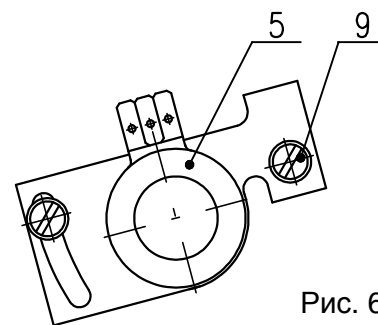

Рис. 6
- После установки ЭП кулачки зафиксируйте центральной гайкой с накаткой и контрагайкой (23).
4.3 Установка датчика сопротивления (рис.6)
- Установите датчик сопротивления на основании инструкции в предыдущей главе так, что величину сопротивления измеряйте на клеммах X-Y (рис.6). (употреблен датчик с сопротивлением 100W)
- Поворачиванием устанавливающего триммера ZERO (рис.6) установите величину выходного сигнала тока, измеряемого на клеммах 81-82, на величину 4 мА.